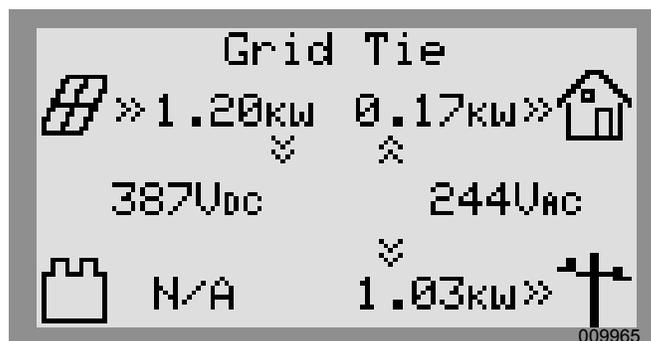

Figura 3-3. Selección de modos de funcionamiento (1 de 4)
1. Consulte la Figura 3-3. Mientras ve la pantalla de inicio, presione el botón central.